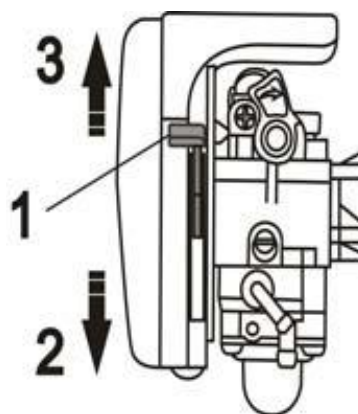

Fig. 16
2. Fermer entièrement le starter. (Fig. 16)